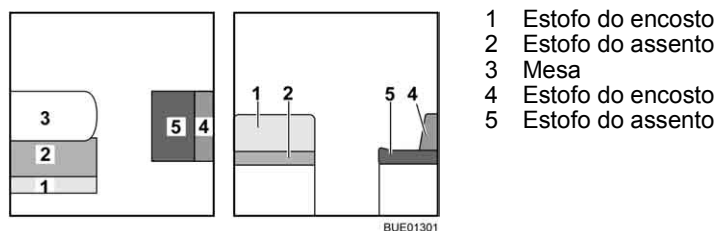

Fig. 129 Antes da transformação
- Transforme a mesa (Fig. 129,3) em base para cama (ver ponto 6.11).
- Retire o estofado do encosto (Fig. 129,1) e coloque-o de lado.